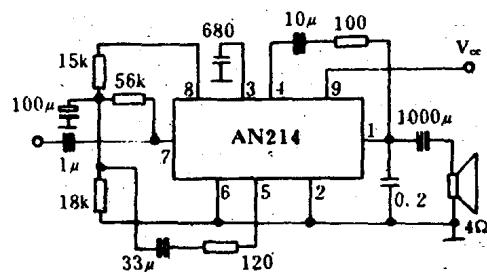

图 2
一台皇冠 747 型收录机，出现无声故障，经检查是功放集成块 AN214 损坏。AN214 是日本松下电器公司生产的 4.4W 音频功率放大集成块，采用 9 脚单列直插塑封结构。具有高增益、低噪声和输出功率较大等特点。其内部包括前置放大、驱动放大、纹波滤除和功率放大等功能。其主要电参数是：典型工作电压 (Vcc) 13.2V，负载阻抗 (RL) 4Ω，静态电流 (Icc) 20mA，输出功率 (Po) 4.4W。其典型应用电路见图 2。